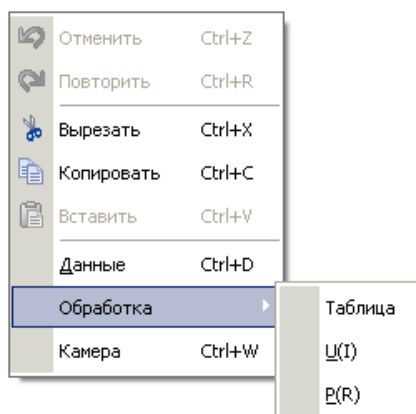

Рис. 4
23. Используя расчетную формулу (6), определите значение вязкости глицерина и сравните его с табличным значением. Обратите внимание, что вязкость глицерина сильно зависит от температуры.
24. Откройте окно оформления отчёта о работе, нажав кнопку . Занесите в отчет полученные результаты (таблица, графики) и выводы. Для этого используйте меню, вызываемое правой кнопкой мыши (рис. 4), после установки курсора в нужное место окна с отчетом.